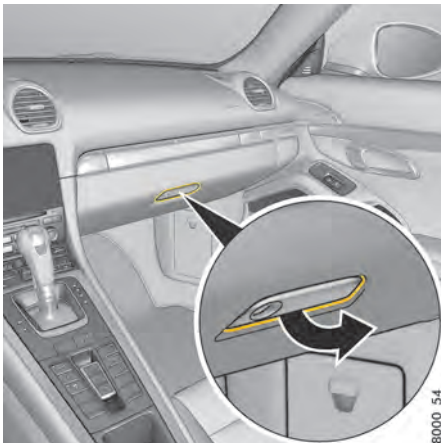

図 81: グローブボックスを開く
- ▶ ハンドル(図.81)を引いて、リッドを開いてください。